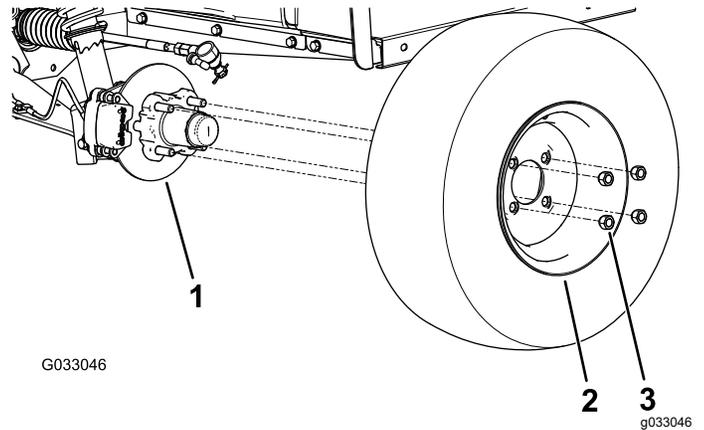

Figura 28
2. Retire las 4 tuercas que sujetan la rueda al cubo (Figura 28).
4. Alinee los taladros de la rueda con los espárragos del cubo y monte la rueda en el cubo con la válvula hacia fuera (**Figura 28**).
5. Sujete la rueda al cubo usando las tuercas de rueda (**Figura 28**).